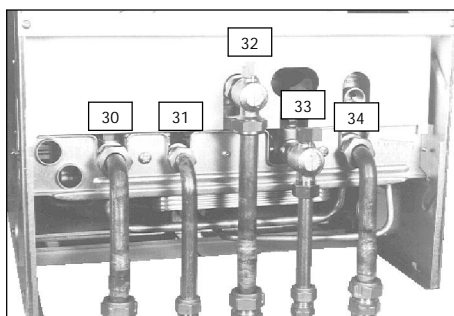
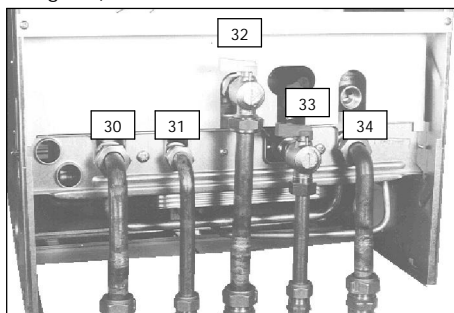

fig. 4.2
fig. 4.3
- 1 Aprire il rubinetto del contatore gas e quello della caldaia (32 in fig. 4.2).
- 3 Richiudere il rubinetto gas della caldaia (32 in fig. 4.3).
- 4 Aprire il rubinetto (33 in fig. 4.2) lentamente, lasciando chiuso il rubinetto del gas (32 in fig. 4.3).